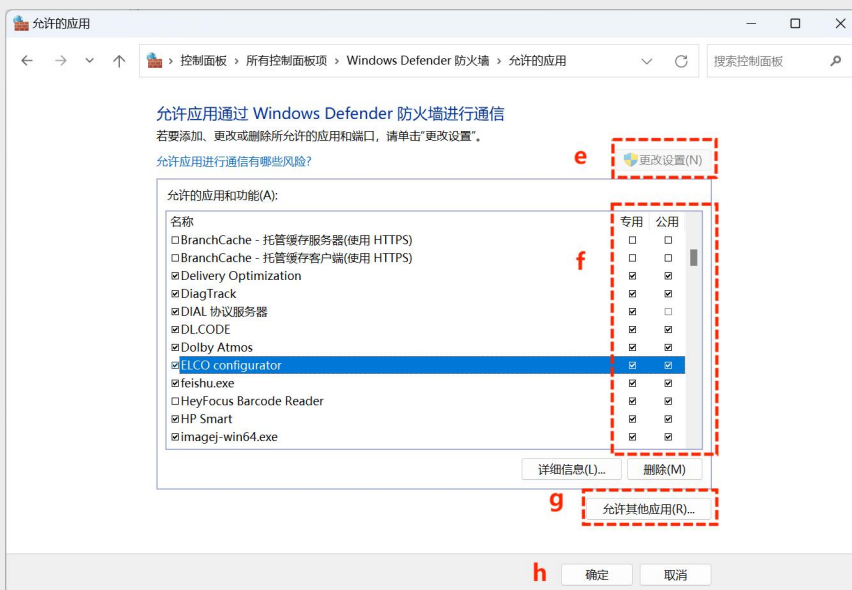

Fig 10. 允许的应用和功能
- e) 进入允许的应用和功能, 如 Fig 10 所示, 点击**更改设置**。